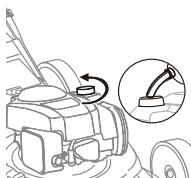

Fig.5
1. Llena el motor con gasolina sin plomo nueva, limpia y normal con un mínimo de 87 octanos. También se puede usar gasolina con hasta un 10% de etanol "E10". Llena el tanque de combustible hasta el fondo del cuello de llenado del tanque. NO LO LLENES EN EXCESO. (Fig.5)